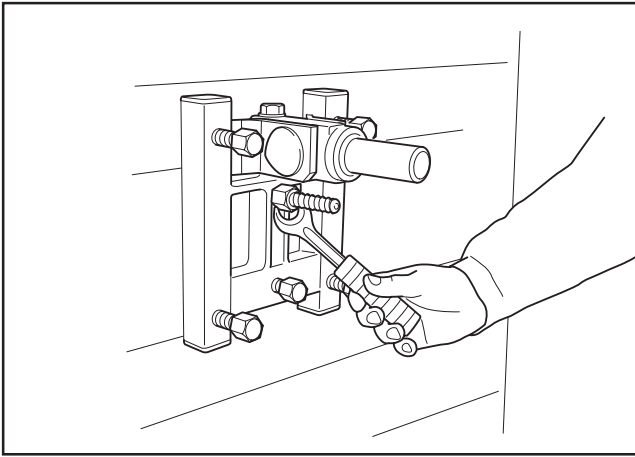

Fig. 11
1. Borra hål (15 mm) i väggen och slå i expanderbulten. Skruva fast fotplatta GB 50 AT, använd 24 mm nyckel (Fig. 11).
1. Bor et hul (15 mm) i væggen, og slå ekspansionsboltene i. Skru fodpladen GB 50 AT fast; brug en 24-mm-nøgle (Fig. 11).
1. Bor hull (15 mm) i vegg og slå inn expanderboltene. Skru fast fotplate GB 50 AT, bruk 24 mm nøkkel (Fig. 11).